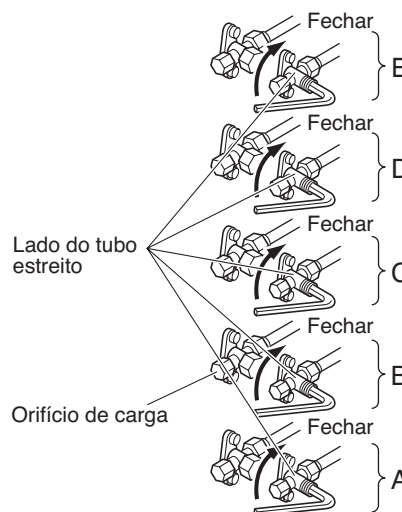

Fig. 22
- (1) Feche completamente os fusos nas válvulas no lado do tubo estreito dos tubos A, B, C, D e E. (Refira-se à Fig. 22.)